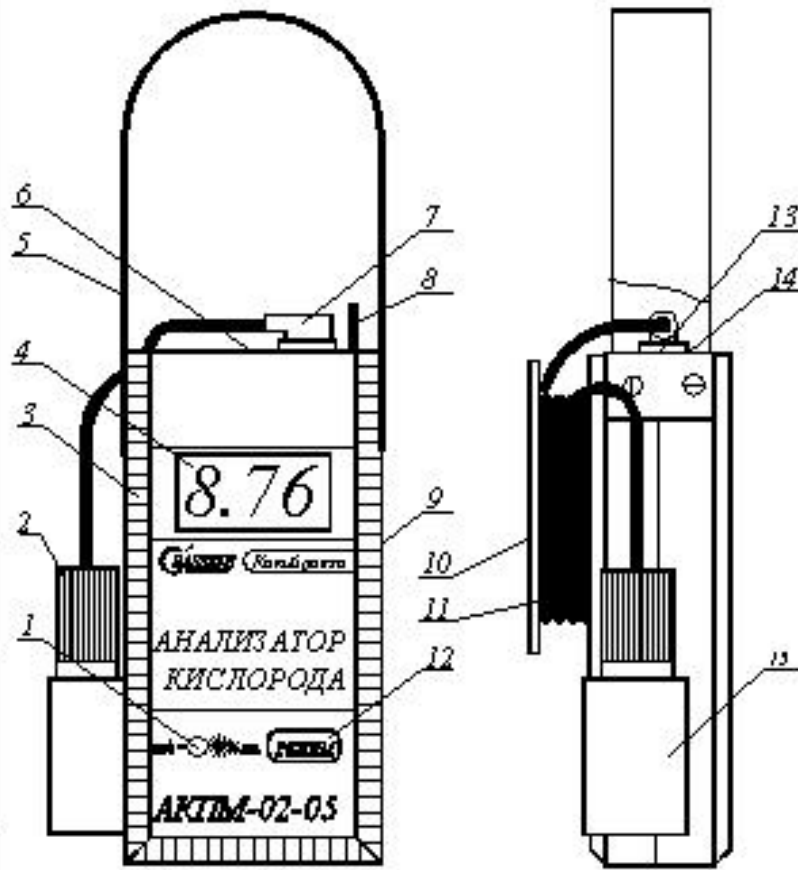

Рис. 2.
1. К розетке 7 (см. рис. 2) подключить имитатор нуля (входит в комплект поставки). С помощью клавиши «Режим» перевести анализатор в режим измерения «мг/л». Показания анализатора должны быть равны нулю (в противном случае установить их равными нулю с помощью потенциометра 6 («Ноль»). К розетке 16 токового выхода анализатора (контакты 1 и 4) подключить миллиамперметр. С помощью потенциометра 17 («0/4 мА») установить показания миллиамперметра на значение 0.00 – 0.02 мА.
2. К розетке 7 (см. рис. 2) подключить имитатор «10.0» (входит в комплект поставки). После достижения устойчивых показаний произвести их отсчет и запомнить. Потенциометром 9 «КАЛИБРОВКА» установить показания анализатора на значение 10.0 ± 0.05 . С помощью потенциометра 18 («5/20 мА») установить показания миллиамперметра на значение 5 мА. Установить потенциометром 9 «Калибровка» показания анализатора на прежнее значение.
2. К розетке 7 (см. рис. 2) подключить имитатор «10.0» (входит в комплект поставки). После достижения устойчивых показаний произвести их отсчет и запомнить. Потенциометром 9 «КАЛИБРОВКА» установить показания анализатора на значение 10.0 ± 0.05 . С помощью потенциометра 18 («5/20 мА») установить показания миллиамперметра на значение 20 мА. Установить потенциометром 9 «Калибровка» показания анализатора на прежнее значение.
1. К розетке 7 (см. рис. 2) подключить имитатор нуля (входит в комплект поставки). С помощью клавиши «Режим» перевести анализатор в режим измерения «мг/л». Показания анализатора должны быть равны нулю (в противном случае установить их равными нулю с помощью потенциометра 6 («Ноль»). К розетке 16 токового выхода анализатора (контакты 1 и 4) подключить
2. К розетке 7 (см. рис. 2) подключить имитатор “10.0” (входит в комплект поставки). После достижения устойчивых показаний произвести их отсчет и запомнить. Потенциометром 9 “КАЛИБРОВКА” установить показания анализатора на значение 10.0 ± 0.05 . С помощью потенциометра 18 («5/20 мА») установить показания миллиамперметра на значение 16 мА.